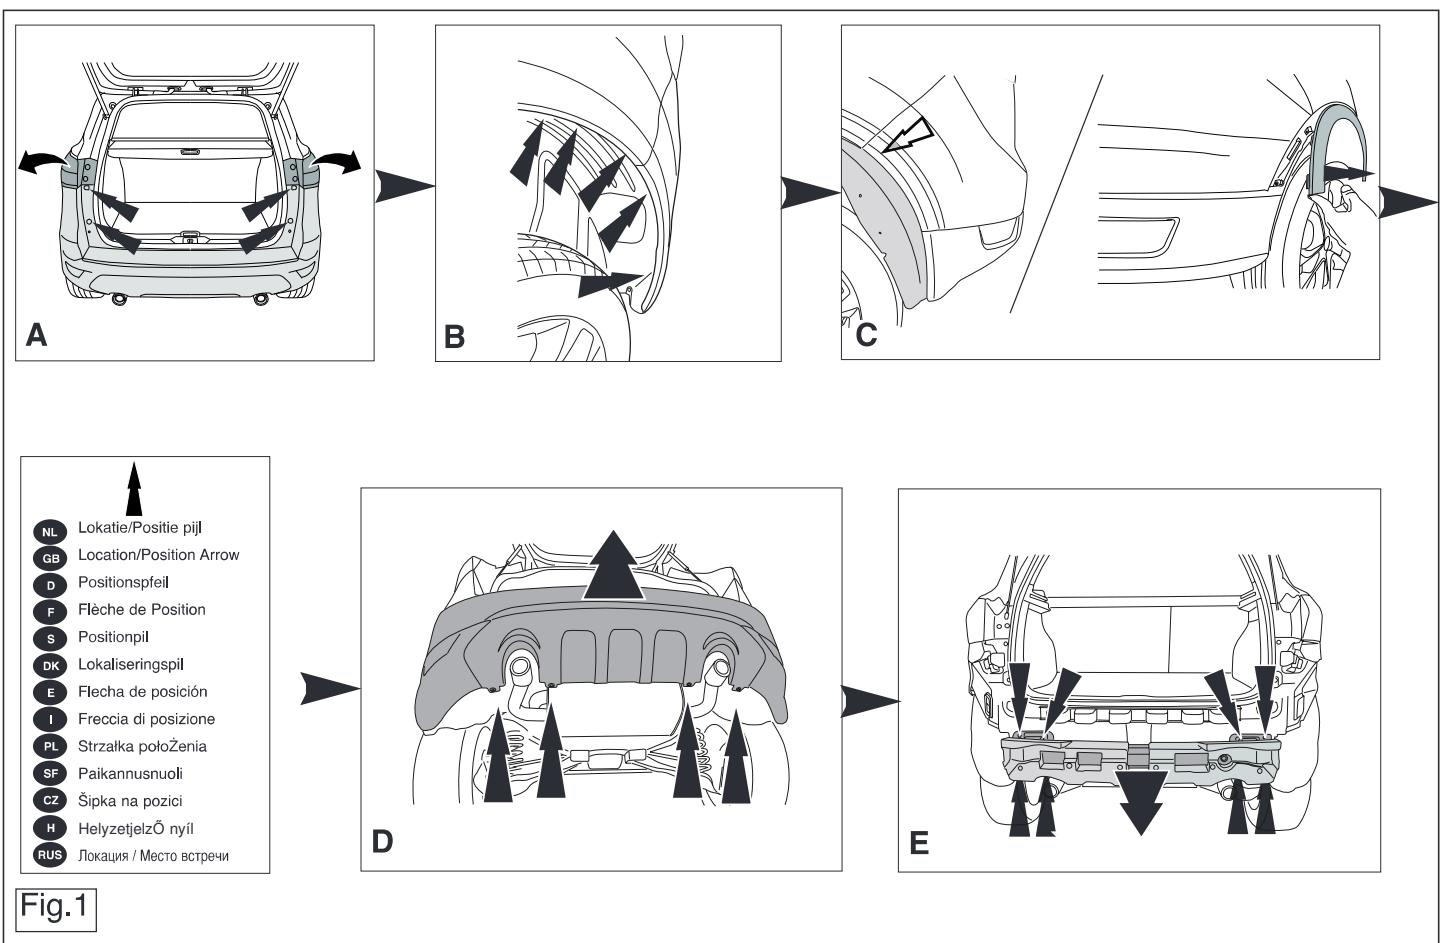

Fig.1
1. Demonteer de achterlichtunits. Demonteer de bumper inclusief de stalen stoobalk van het voertuig, de stoobalk wordt niet meer gebruikt. Zie fig. 1.
1. Remove the rear-light units. Remove the bumper and the steel buffer beam from the vehicle. The buffer beam will no longer be needed. (see fig. 1).
1. Démonter les feux arrière. Déposer le pare-chocs du véhicule y compris la traverse en acier la traverse ne sera plus utilisée. (Voir fig. 1).